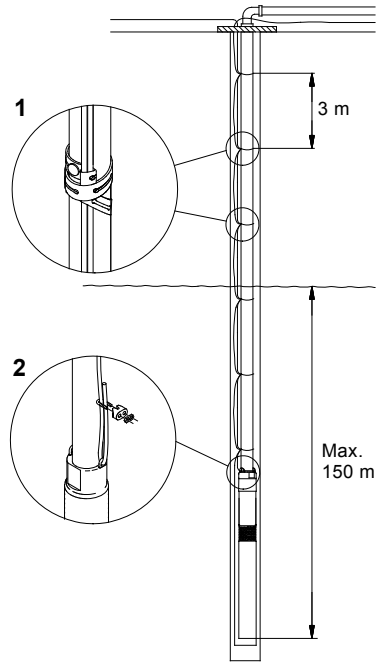

Abb. 11
Abb. 11 zeigt eine Pumpeninstallation mit Angabe von:
Kabelschellen müssen alle 3 m angebracht werden, siehe Abb. 11.
**Maximale** Einbautiefe unter dem ruhenden Wasserspiegel: 150 m, siehe Abb. 11.
Es empfiehlt sich, die Pumpe mit Hilfe eines Stahlseils zu sichern, siehe Abb. 11, Pos. 2.